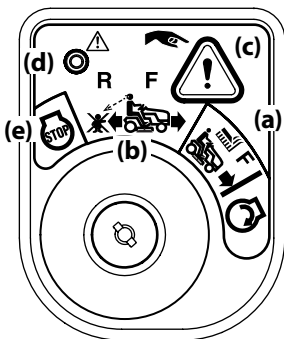

Figure 3-4
2. Gire la llave de la posición CORTE NORMAL  (a) a la posición MODO DE PRECAUCIÓN EN MARCHA ATRÁS  (a) position to the REVERSE CAUTION MODE  (b) del módulo de encendido. Consulte la Figure 3-4.
3. Oprima el BOTÓN DE MARCHA ATRÁS  (c) en el ángulo superior derecho del módulo de encendido. La luz indicadora roja (d) que está en el ángulo superior izquierdo del módulo de encendido se mantendrá ENCENDIDA mientras esté activada. Consulte la Figure 3-4.
6. El MODO DE PRECAUCIÓN EN MARCHA ATRÁS permanece activado hasta que (B)  permanezca activado hasta: